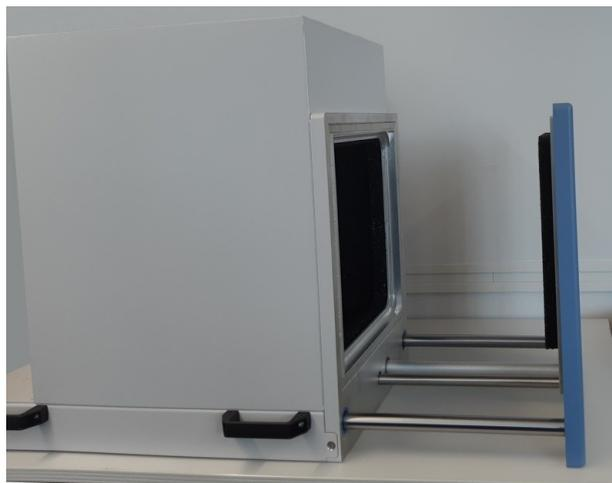

Figure 6-2 : Ouvrez la porte entièrement au-dessus de la table
- Laisse de la place pour l'ouverture de la porte, voir Figure 6-2.
- b) La porte ouverte se trouve entièrement au-dessus de la table, comme indiqué à la Figure 6-2.